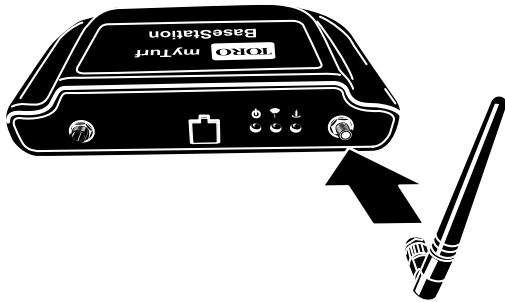

Figure 5
1. Montez l'antenne fouet à la verticale sur la station de base (Figure 5).